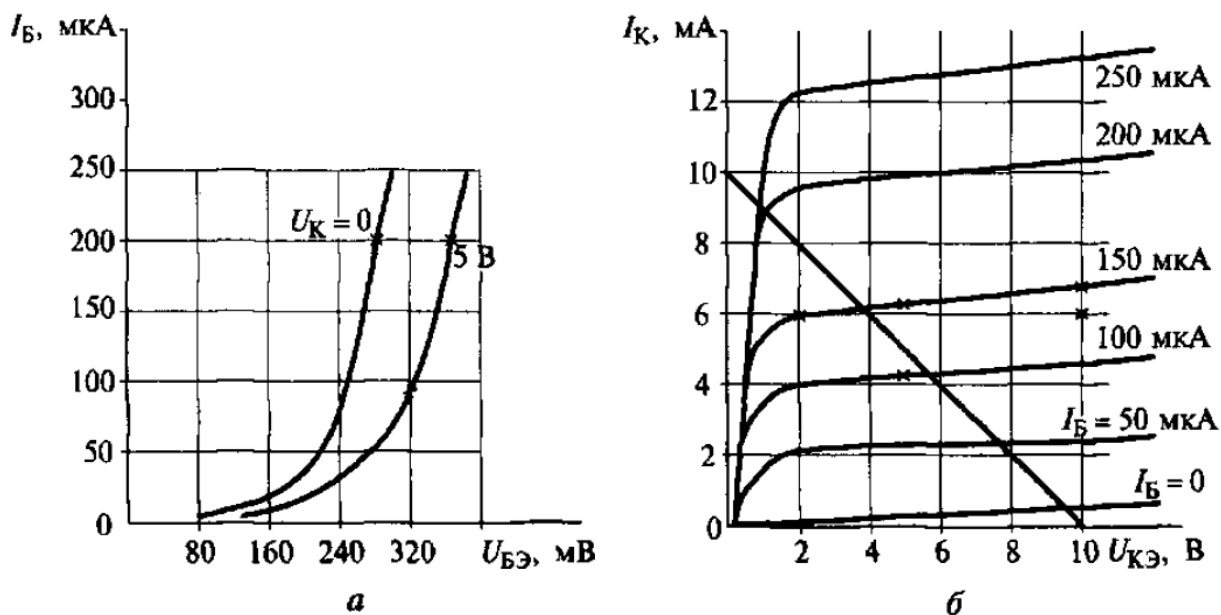

Рис. 7
6. Найдите h -параметры транзистора ГТ322Б по его входной (рис. 7, а) и выходной (рис. 7, б) характеристикам, соответствующим схеме с общим эмиттером для $U_K = 5$ В и $I_B = 150$ мкА. Определите, какой из ответов не верен.